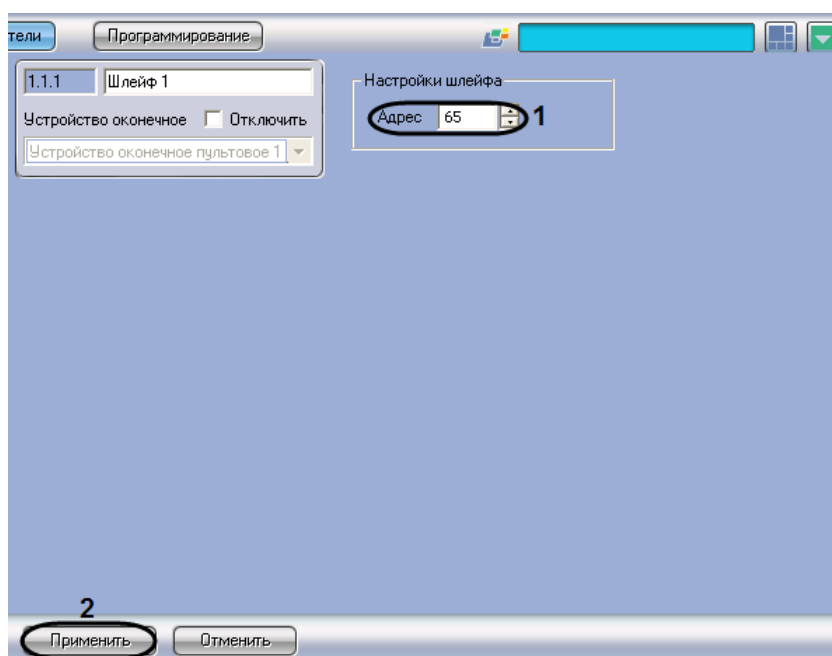

Рис. 3.4-2 Настройка шлейфа сигнализации, подключенного к УОП
1. Перейти на панель настройки объекта **Шлейф** (Рис. 3.4-2)
2. В поле **Адрес** ввести с помощью кнопок **вверх-вниз** адрес (от 65 до 68) шлейфа сигнализации, подключенного к УОП (см. Рис. 3.4-2, 1).
3. Для сохранения внесенных изменений нажать кнопку **Применить** (см. Рис. 3.4-2, 2).